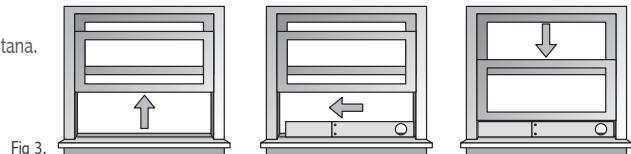

Fig 3.
**C. Instalar el Juego Corredizo para ventana: Fig. 3**
1. Abra la ventana y ponga el Juego Corredizo para Ventana (1) dentro de la orilla de la ventana.
2. Ajuste el Juego Corredizo (1) ajustándolo de acuerdo al ancho de la ventana.
4. Ajuste los dos tornillos para asegurar el Juego Corredizo (1) en su lugar.